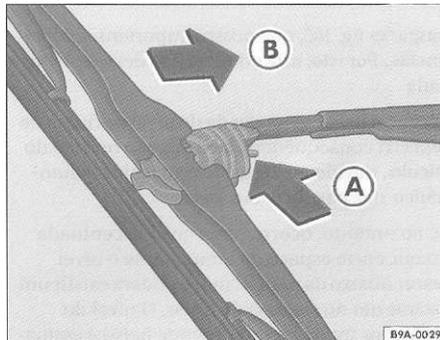

Fig. 104 Substituição da palheta do limpador do vidro traseiro
- Pressione a trava de segurança no sentido da seta => fig. 104 (A).
- Desencaixe a palheta no sentido da seta => fig. 104 (B) e retire-a do braço do limpador.